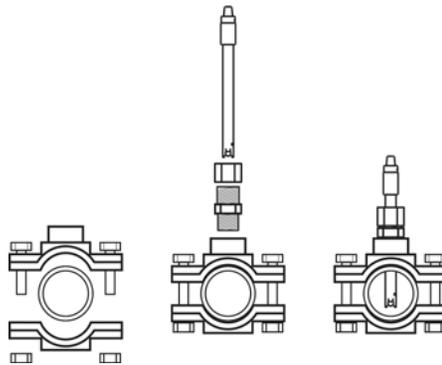

Fig. 8
- Instalar los racors de inserción de los electrodos de pH/ORP en el circuito a través de un collarín (no incluido con el equipo) (Fig. 8)